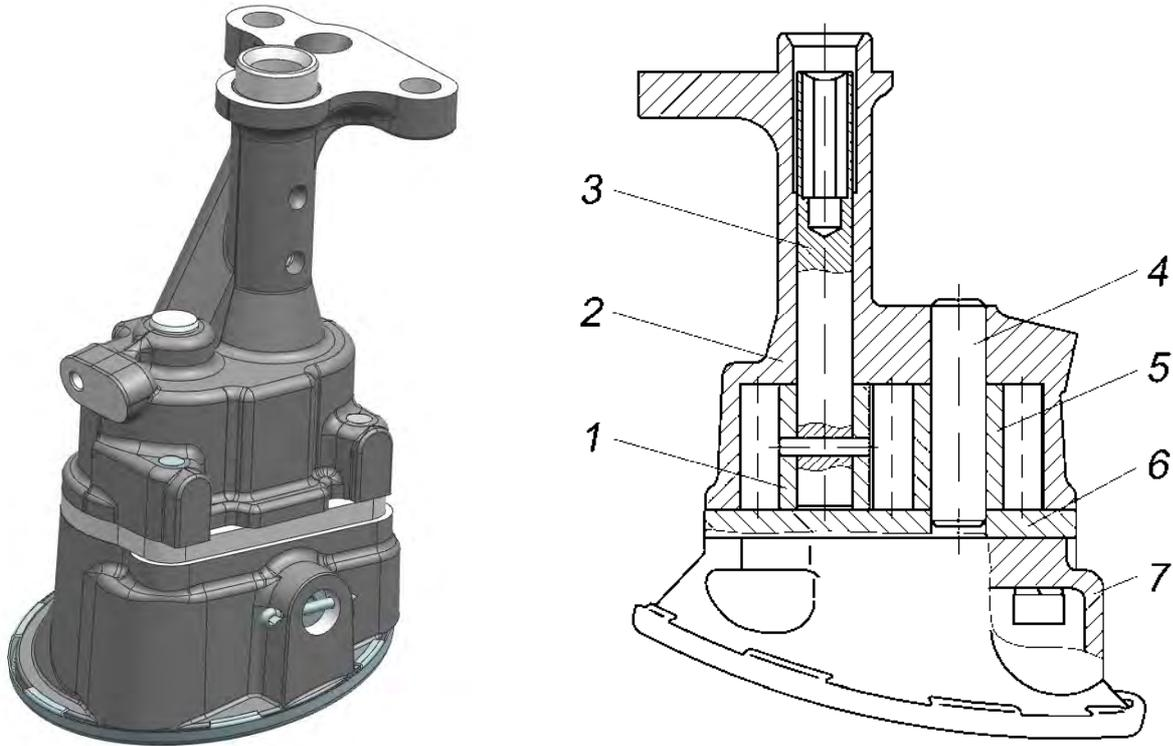

Abb. 30. Ölpumpe:
**Ölpumpe** (Abb. 30) - Getriebetyp, in der Ölwanne installiert, mit einer Dichtung mit zwei Schrauben am Zylinderblock und einem Halter am Deckel des dritten Hauptlagers befestigt.